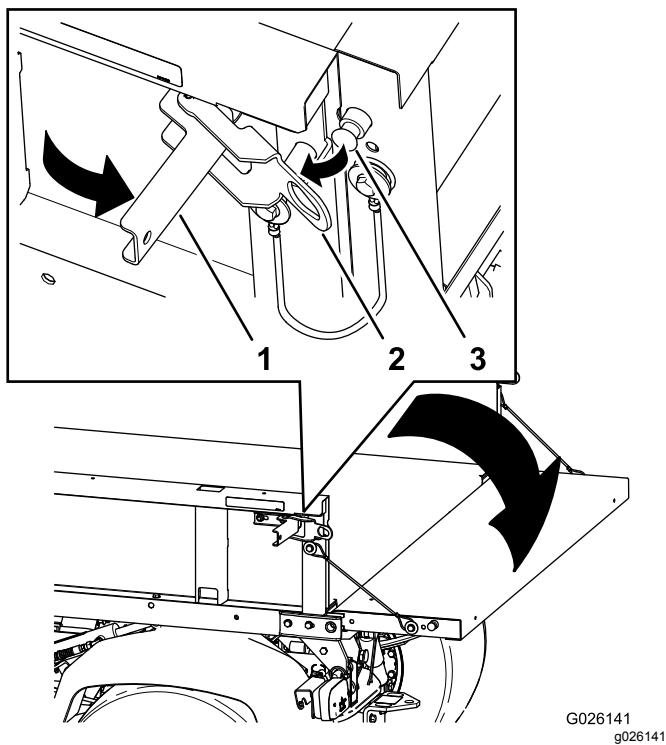

Figura 19
2. Abra los enganches de los lados izquierdo y derecho de la caja de carga, y baje el portón trasero (Figura 19).